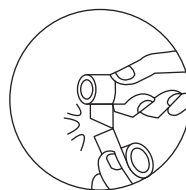

Fig. 3
- puxar a fita até romper (Fig.3)